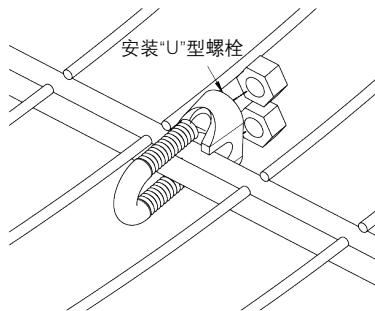
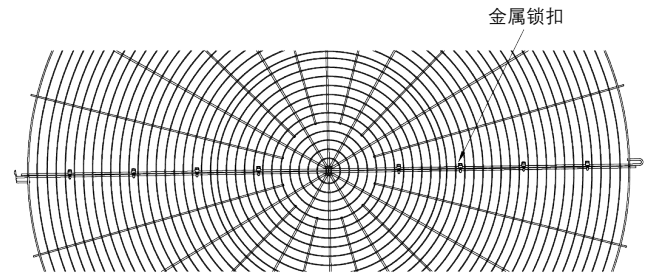

图 11 - 金属锁扣的布置
图 12 - 金属锁扣的间距
1. 将两块半圆的通风机网罩放置在地上，并用金属锁扣连接起来（见图11）。对于宽度为12' (3.6m) 和14' (4.2m) 的机组，通风机网罩的每一侧都应有四个金属锁扣。如图12所示，金属锁扣应沿通风机网罩的半径均匀放置。